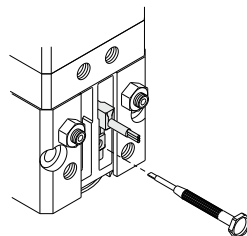

図3
- 3 図3の様にドライバーを使用して、適正な位置にオートスイッチを固定してください。